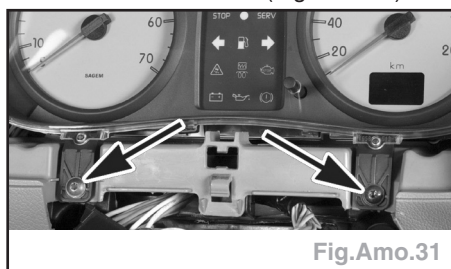

Fig.Amo.31
- les deux vis du combiné des instruments, le faire pivoter et le débrancher (Fig.Amo.31),